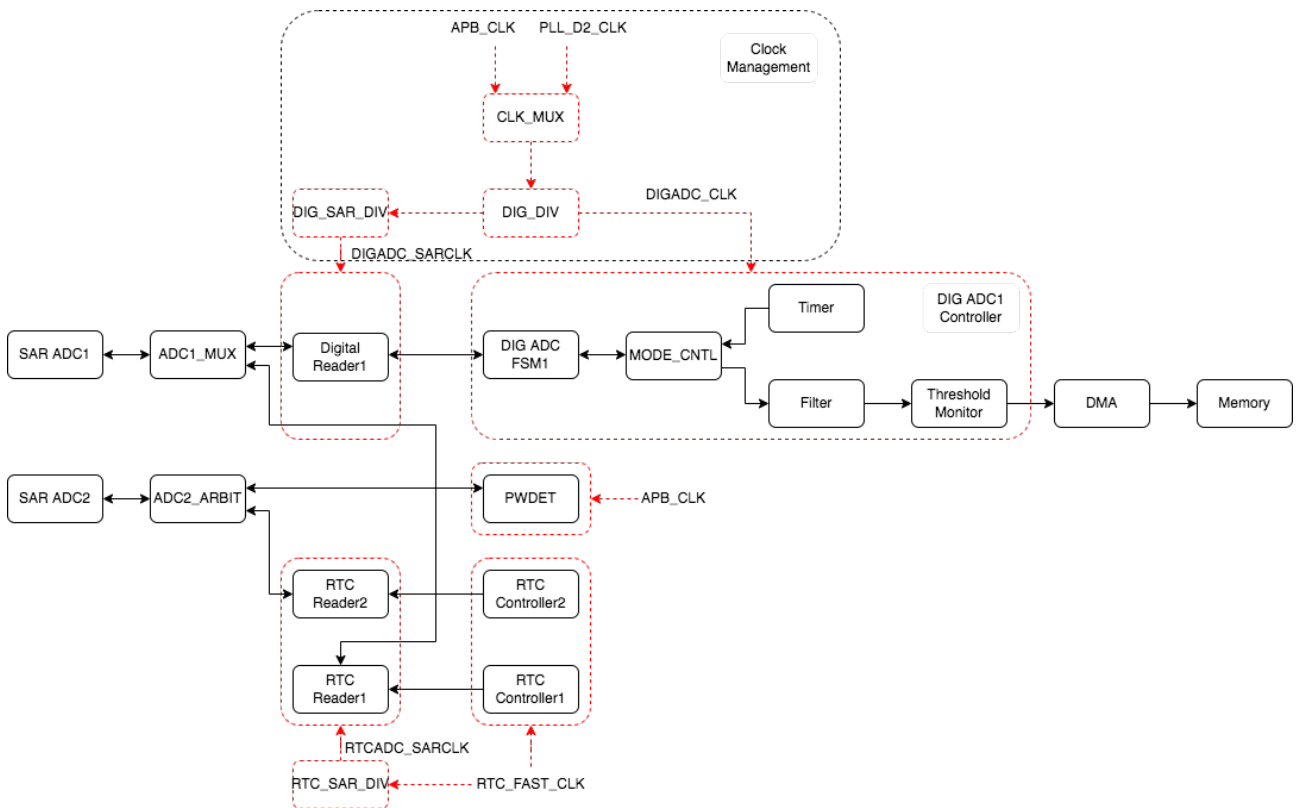

图 39-8. SAR ADC 的功能概况
- 四个控制器均配有独立的 ADC Reader 模块，见图 39-8
SAR ADC 的主要元件与连接情况见图 39-8。
如图 39-8 所示，SAR ADC 模块主要包括以下部分：